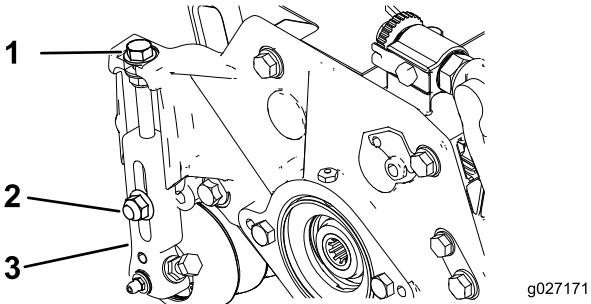

Figura 15
1. Afloje las contratuerzas que fijan los brazos de altura de corte a las chapas laterales de la unidad de corte (Figura 15).